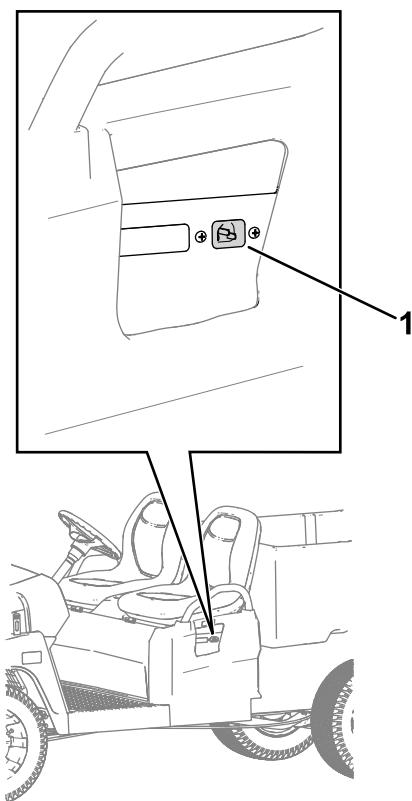

Figura 28
1. Inserite il cavo di alimentazione nella presa del caricabatterie della macchina (Figura 28).